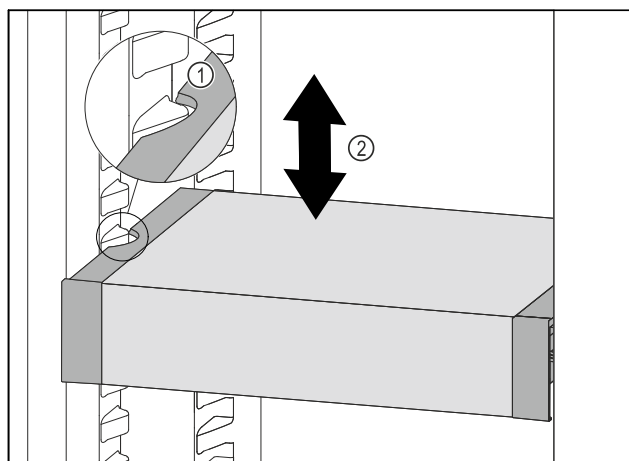

Fig. 201
- Потягнути VarioSafe вперед, поки бокові заглиблення VarioSafe не опиняться на рівні ребра для резервуара в охолоджувальному відділенні. Fig. 201 (1)
- Пересувати VarioSafe вгору або вниз в охолоджувальному відділенні до тих пір, поки не досягнете бажаної висоти. Fig. 201 (2)